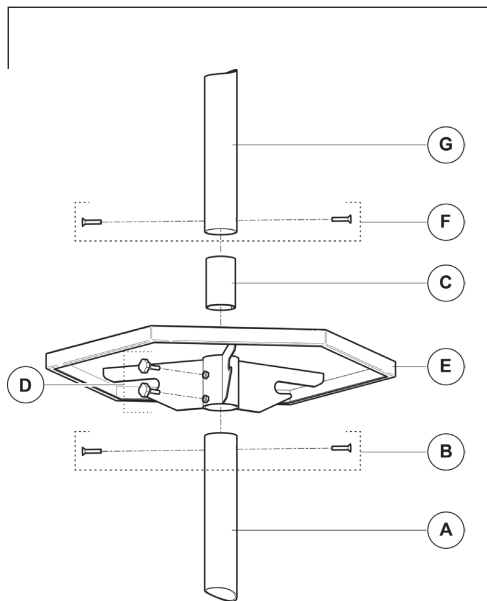

Рис. 1
1. Вставьте столик (Е) в трубку (А). Затем соедините 2 трубки (А) и (G)с помощью соединительной трубки (С) и болтов (В) и (F). Наконец, соедините стол с двумя трубками и и затяните ручки (D) (рис. 1).